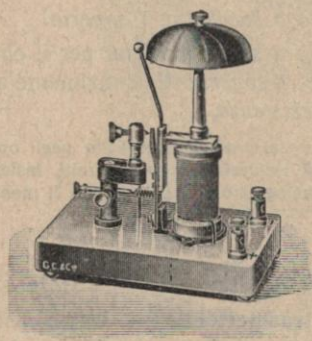

Fig. 390
1086/4. Soneria verticale (fig. 390) per piccoli modelli di telegrafia senza fili. Su base in legno lucido di 8×12 cm. Modello originale tedesco. Altezza totale 14 centimetri. Prezzo (L) **10.45**